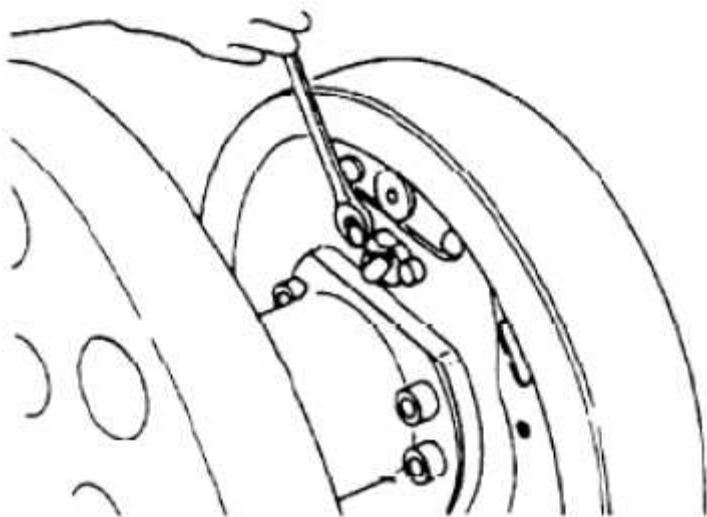

Рис. 2-14
(5) Нужно отсоединить тормозной трубопровод от колесного цилиндра. Следует снять крепежные болты колесного цилиндра и отсоединить колесный цилиндр от опорной пластины (См. Рис. 2-14).